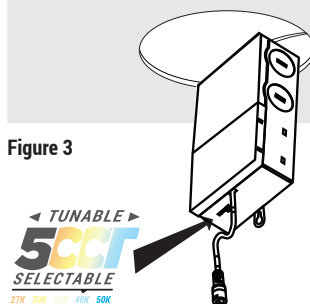

Figure 3
1. Connect the fixture to the hardwire box by inserting and twisting the male/female connectors. Select the desired Color Temperature. (Figure 3)
1. Connectez le appareil au la boîte de raccordement par l'insertion et en tournant les connecteurs mâle/femelle. Choisissez la température de couleur souhaitée (Figure 3)